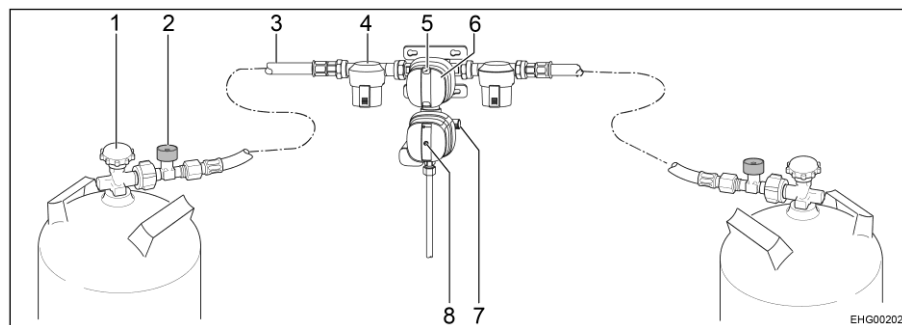

Fig. 64 Sistema de regulación de presión de gas de seguridad DuoControl CS
El sistema de regulación DuoControl se compone de una válvula selectora y el sensor de impacto. El sistema de regulación DuoControl está montado entre las mangueras de alta presión (Fig. 64,3) con dispositivo de seguridad en caso de rotura de manguera (Fig. 64,2). Con el botón giratorio (Fig. 64,6) en la válvula selectora se puede determinar cuál de las bombonas de gas se utilizará como bombona de servicio y cuál de ellas como bombona de reserva.
En la mirilla (Fig. 64,5) se indica el estado del suministro de gas:
El sensor de impacto bloqueará el suministro de gas en caso de un impacto significativo (p. ej. accidente). La posición del botón de restablecimiento amarillo (Fig. 64,8) indica el estado de funcionamiento del sensor de impacto:
- Si el botón de restablecimiento amarillo (Fig. 64,8) está hundido, el sensor de impacto está dispuesto para el funcionamiento.
- Si el botón de restablecimiento amarillo (Fig. 64,8) sobresale, el sensor de impacto **no** está dispuesto para el funcionamiento. Puesta en funcionamiento, véase más abajo.
El dispositivo de seguridad en caso de rotura de manguera (Fig. 64,2) bloqueará el flujo de gas si se rompe la manguera conectada. El dispositivo de seguridad en caso de rotura de manguera se deberá activar pulsando la tecla verde.
- Con el botón giratorio (Fig. 64,6) en la válvula selectora, seleccionar la bombona de gas de la que habrá de tomarse el gas principalmente (bombona de servicio). Girar el botón giratorio siempre hasta el tope.
- Abrir las llaves de paso principales (Fig. 64,1) de las bombonas de gas.
- Pulsar la tecla verde del dispositivo de seguridad en caso de rotura de manguera (Fig. 64,2) por aprox. 5 segundos. En la mirilla (Fig. 64,5) se visualizará la marca verde.
- Si el sensor de impacto ha disparado (el botón de restablecimiento amarillo (Fig. 64,8) sobresale):
Hundir el botón de restablecimiento amarillo (Fig. 64,8) con fuerza, girarlo ligeramente en sentido de las agujas del reloj y mantenerlo pulsado por aprox. 5 segundos. Asegurarse de que el botón de restablecimiento permanezca en la posición hundida ("dispuesto para el funcionamiento").
- Cerrar las llaves de paso principales (Fig. 64,1) de las bombonas de gas.
En caso de que luz de control verde (Fig. 65,6) se apague durante el servicio y se encienda la luz de control roja (Fig. 65,5), estará vacía la bombona de servicio y se deberá cambiar. En la mirilla (Fig. 64,5) de la bombona de gas perteneciente se visualizará la marca roja. La bombona de reserva seguirá suministrando gas a los consumidores de gas.
- Girar el botón giratorio (Fig. 64,6) hasta el tope en sentido de la bombona de gas utilizada de momento. De este modo, esta bombona de gas ahora será la bombona de servicio y la bombona de gas vacía se convertirá en la bombona de reserva. La marca en la mirilla (Fig. 64,5) cambiará de rojo a verde.
- Cerrar la llave de paso principal (Fig. 64,1) de la bombona de gas vacía. Observar el sentido de la flecha.
- Pulsar la tecla verde del dispositivo de seguridad en caso de rotura de manguera (Fig. 64,2).